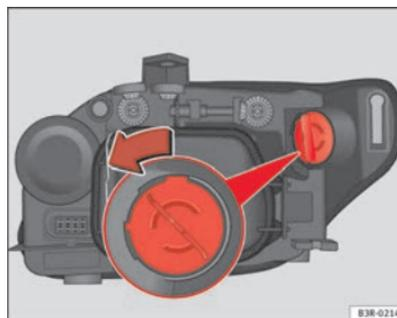

Fig. 203 Luce DRL (luce diurna)
- Ruotare il portalampada in senso antiorario afferrandolo per l'impugnatura ⇒ fig. 203 ed estrarlo insieme alla lampadina.